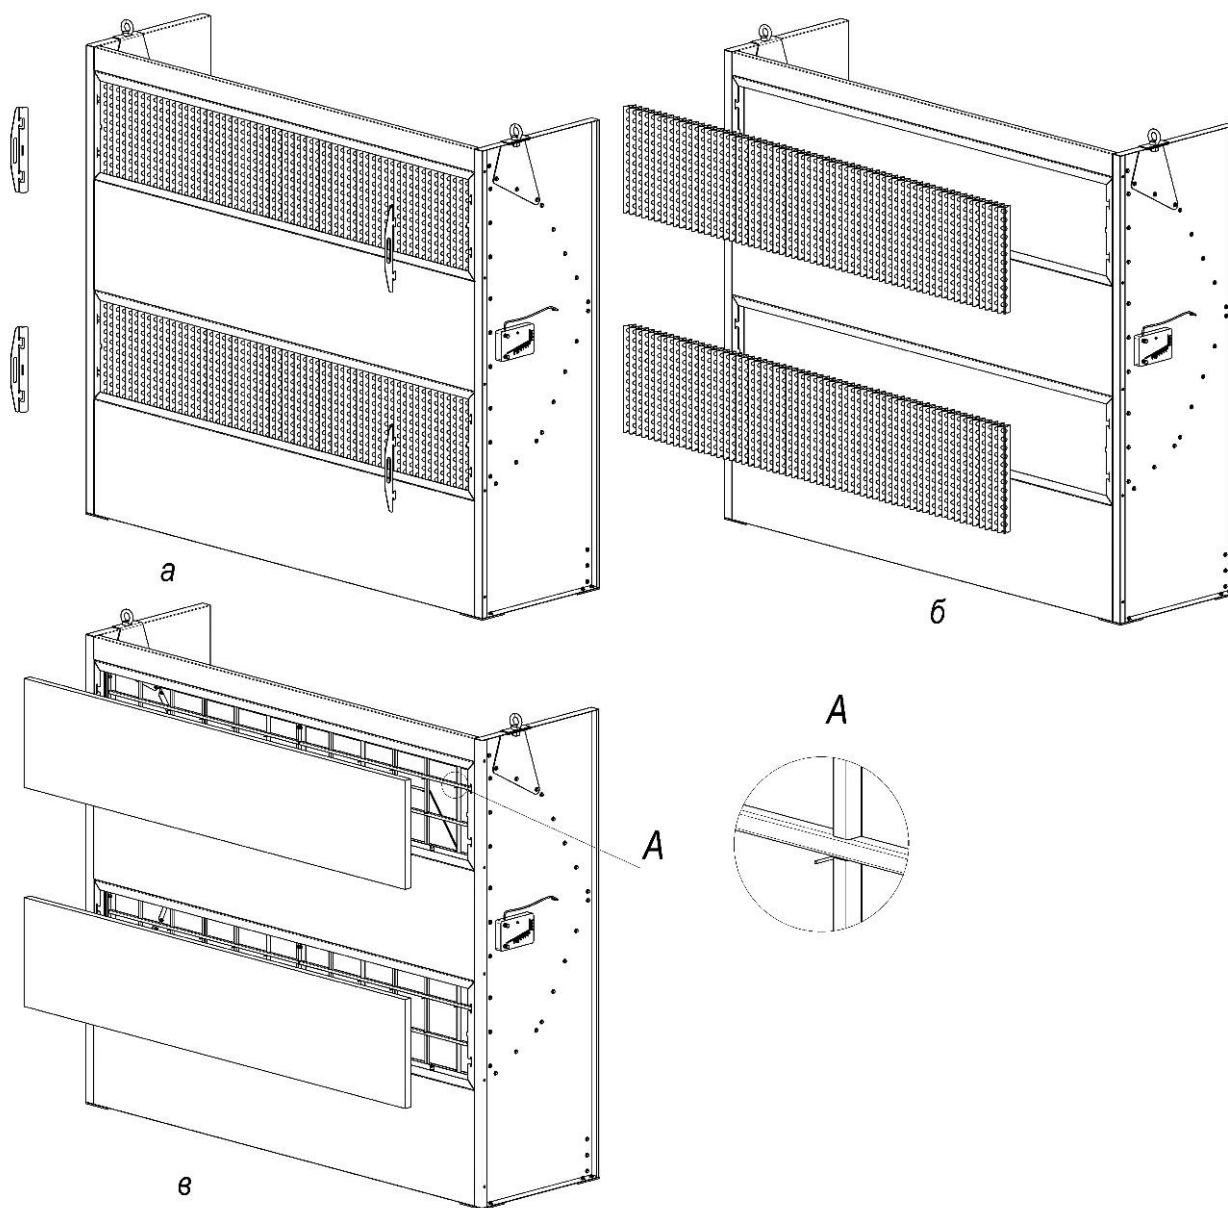

Рисунок 5
- 1) снять фиксаторы (рисунок 5а);
- 2) удалить загрязнённый фильтр инерционный гофрированный IF-JAP (рисунок 5б);
- 3) удалить загрязнённый фильтр PSF-JAP Paint-Stop (рисунок 5в);